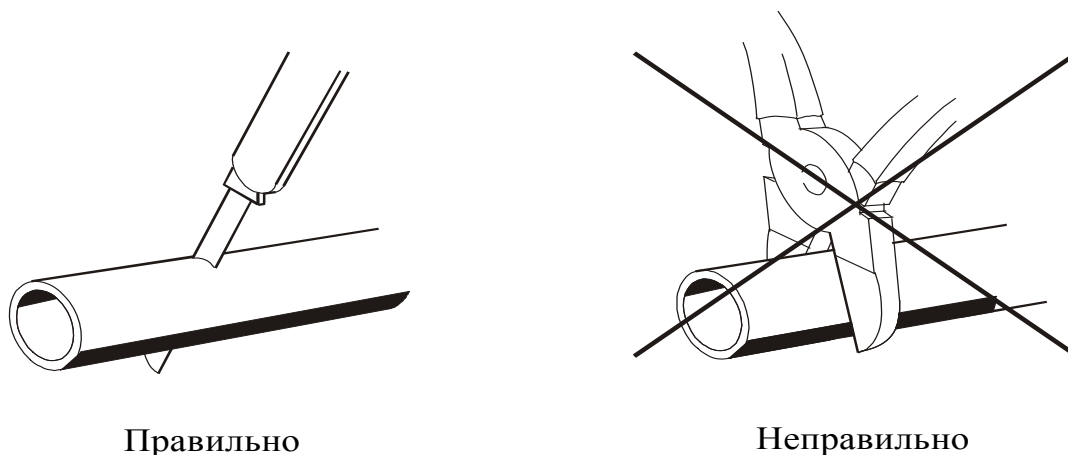

Рис. 10 - Отрезка трубопровода перед установкой.
10.6.2 При монтажных работах отрезку топливопровода производить только острым ножом, согласно рис. 10. На местах среза не допускаются сужение проходного сечения топливопровода, вмятины и заусенцы.